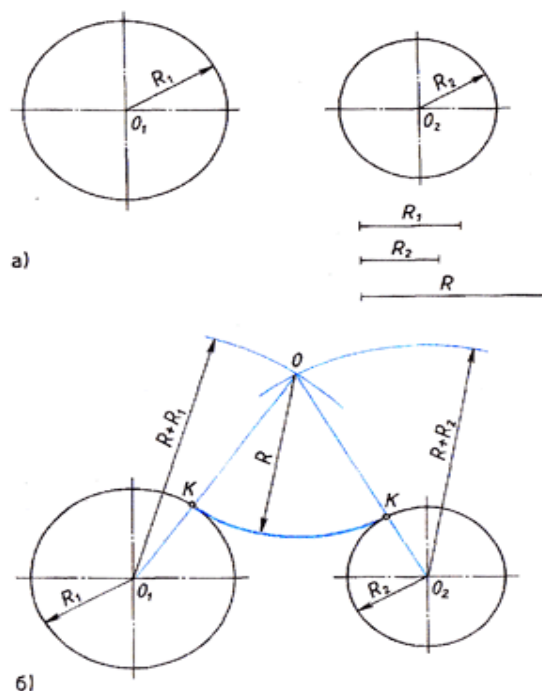

Рис. 3 Сопряжение дуг двух окружностей дугой заданного радиуса
Рассмотрим пример внешнего сопряжения дуг двух окружностей дугой заданного радиуса. Заданы радиусы  $R_1$  и  $R_2$  дуг двух окружностей (длины радиусов показаны отрезками прямых). Необходимо построить их сопряжение третьей дугой радиуса  $R$  (рис. 3, а). Для нахождения центра сопряжения проводим две вспомогательные дуги: одну радиусом  $O_1O = R_1 + R$ , а другую  $O_2O = R_2 + R$ . Точка пересечения вспомогательных дуг является центром сопряжения. Точки сопряжения  $K$  лежат в пересечении прямых  $dO_1$  и  $O_2O$  с дугами заданных окружностей. Из центра сопряжения радиусом сопряжения проводим дугу, соединяя точки сопряжений. При обводке построений вначале изображают дугу сопряжения, а затем дуги сопрягаемых окружностей (рис. 3, б). Внутреннее сопряжение дуг двух окружностей дугой заданного радиуса.
- при внешнем сопряжении брать сумму радиусов заданных дуг и радиуса сопряжения, т. е.  $R_1 + R$ ;  $R_2 + R$  (рис. 3);